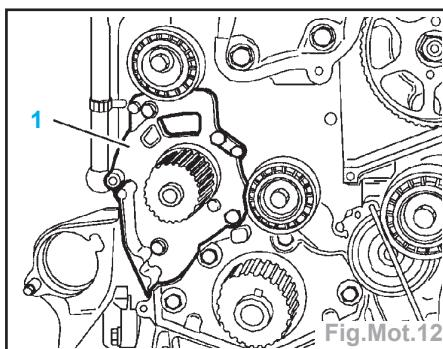

Fig.Mot.12
- Déposer la pompe à eau (1) (Fig. Mot.12).